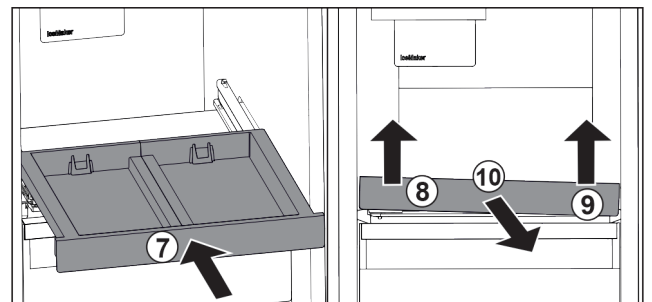

Fig. 35
- ▶ Uitschuifpateau erin schuiven. Fig. 35 (7)
- ▶ Uitschuifpateau linksvoor optillen. Fig. 35 (8)
- ▶ Uitschuifpateau rechtsvoor optillen. Fig. 35 (9)
- ▶ Uitschuifpateau er naar voren uitnemen. Fig. 35 (10)